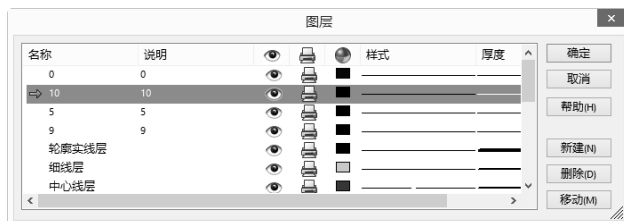

图 12-33 “图层”对话框
- 3) 在“图层”对话框中单击“新建”按钮，则在对话框中建立一个新的图层，如图 12-33 所示。